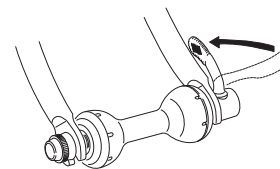

Fig. 22
- Spingete la leva in posizione chiusa e verificate se la ruota è bloccata (Fig. 22).
- Press the lever to the fully closed position and check that the wheel is locked (Fig. 22).
- Den Hebel schließen und kontrollieren, ob das Laufrad festgeklemmt ist (Abb. 22).
- Poussez le levier en position fermée et vérifiez que la roue est bloquée (Fig. 22).
- Empujar la palanca hasta la posición cerrada y comprobar que la rueda quede bloqueada (Fig. 22).
- Duw de handle in de gesloten positie en controleer of het wiel vastzit (Fig. 22).